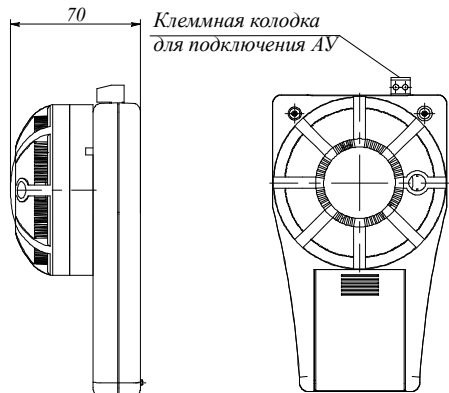

Рисунок 2 – Вид ПКУ с установленным корпусом извещателя пожарного
3.2 Для подключения адресных пожарных извещателей в конструкции ПКУ предусмотрено базовое основание (рисунок 2).
Элементы питания находятся под крышкой на задней стороне ПКУ (рисунок 2).